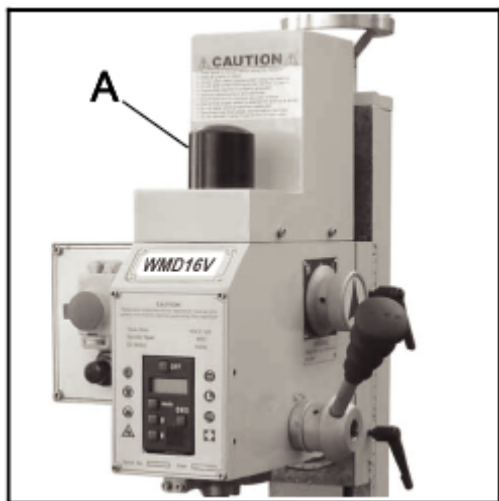

Рисунок 14
- Откройте верхнюю крышку головки (А, рис. 14) для доступа к штревелю (J, Рисунок 16).